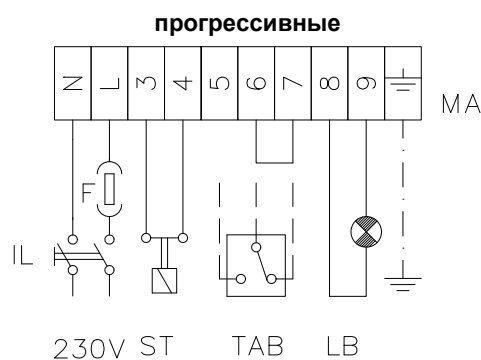

Рис. 10
- 9 Давление питания форсунки уже отрегулировано заранее на заводе-изготовителе и не должно изменяться. Только в случае необходимости, отрегулировать давление питания (см. соответствующий параграф) следующим образом: установить манометр в положение, указанное на Рис. 14, воздействовать на регулировочный винт **VR** насоса (см. Рис. 13) до получения на форсунке давления в 20 бар (форсунки Bergonzo - см. график на Рис. 10);
- 16 Сместить **кулачок III** (малое пламя) в сторону минимальной мощности, с тем, чтобы сервопривод начал закрываться, до тех пор, пока два подшипника не совместятся с регулировочным винтом, относящимся к самой низкой точке: закручивать винт **V** для увеличения расхода, откручивать - для уменьшения, с целью получения значения давления, как на графике на Рис. 10, на основании требуемого расхода.